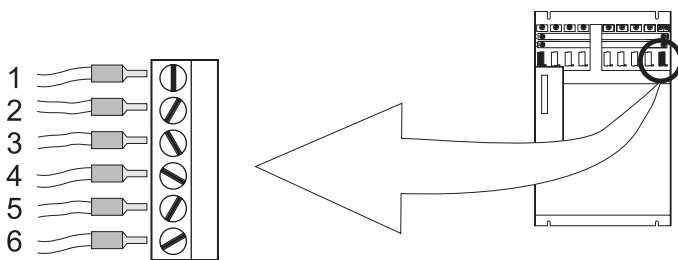

Abbildung 19: Steueranschluss X99AB
- 1) Position, siehe ►Abbildung 19◄ auf Seite 53